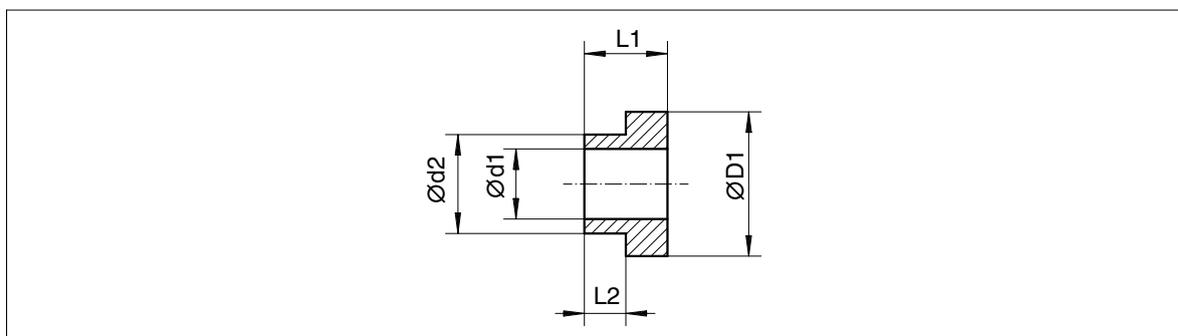

Figura 9: Anilha de desmontagem
- 1 x Anilha de desmontagem (Figura 9)